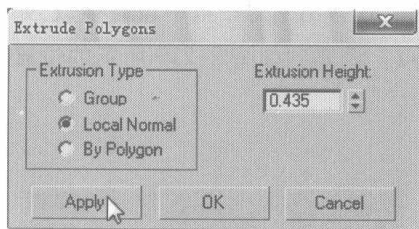
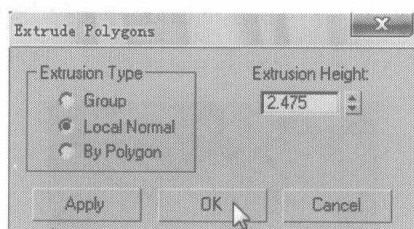
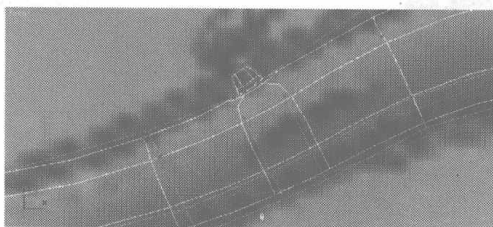

图 2.224
图 2.225
图 2.226
- 19 单击 **Extrude** 右边的小按钮, 在弹出的对话框中设置参数如图 2.224 所示, 单击 **Apply** 按钮, 再次设置参数, 如图 2.225 所示, 单击 **OK** 按钮, 挤压结果如图 2.226 所示。